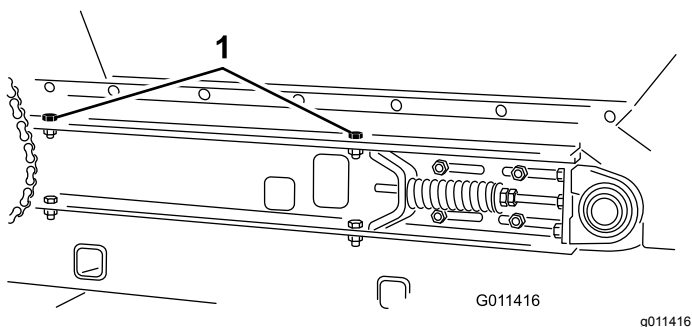

图32
4. 卸下机器两侧将料斗固定至滑行滚道的 2 个平头螺丝、垫圈和螺母图32。